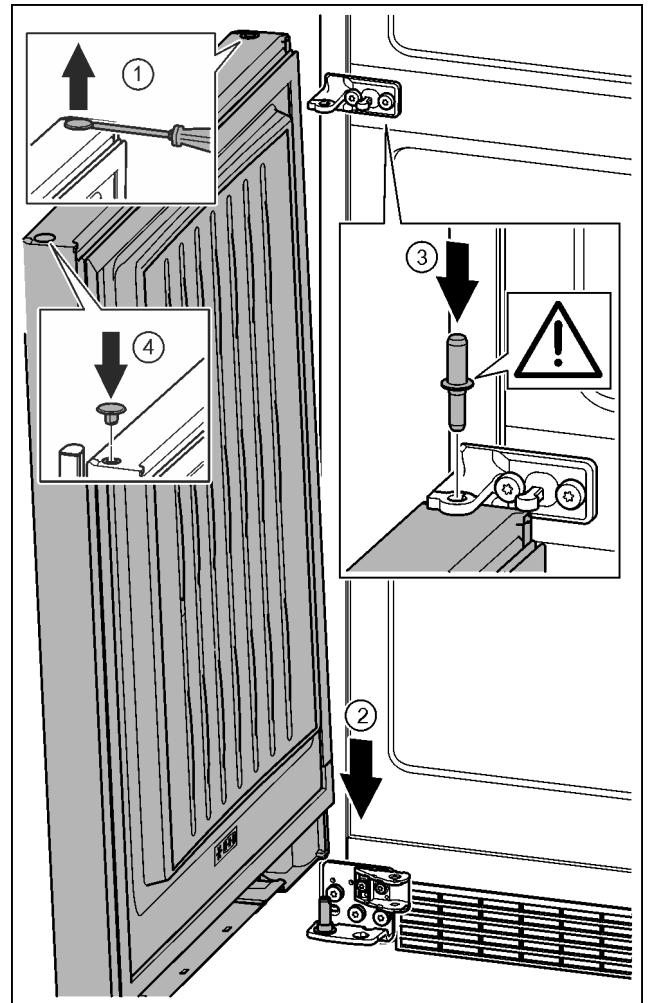

Fig. 40
- ▶ Stop voorzichtig met een sleufschroevendraaier optillen en eruit trekken. Fig. 40 (1)
- ▶ Deur van boven op de onderste lagerbout plaatsen. Fig. 40 (2)
- ▶ Het midden van de lagerbout door het midden van de lagerbus in de onderste deur aanbrengen. Let op dat de vergrendelnok naar achter wijst. Fig. 40 (3)
- ▶ Stop op de andere deurzijde weer aanbrengen. Fig. 40 (4)